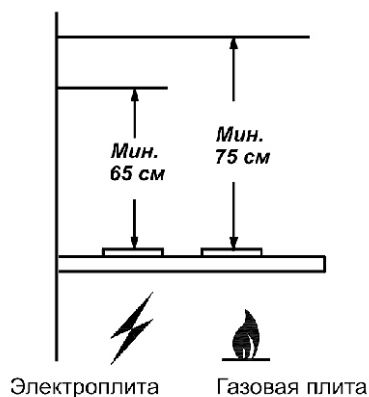

рис. 1
1.2 Вытяжку устанавливайте над плитой, как показано на рис. 1.
4.7 Устанавливайте вытяжку над плитой в соответствии с рис. 1.